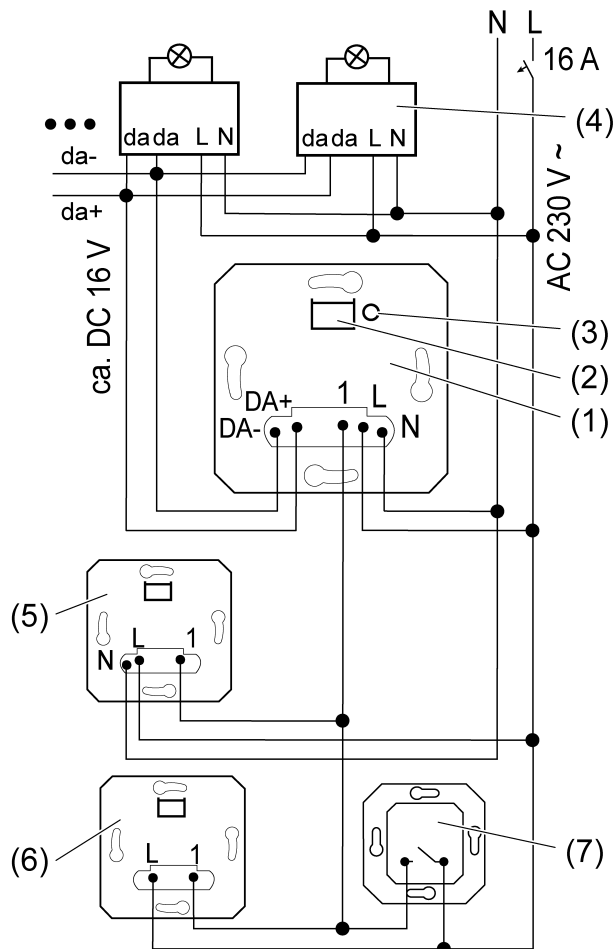

Figure 1: Schéma de raccordement avec postes auxiliaires en option
- Raccorder le mécanisme DALI (1) et le participant DALI (4) conformément au schéma de raccordement (Figure 1). Lors de cette opération, respecter les instructions du fabricant.